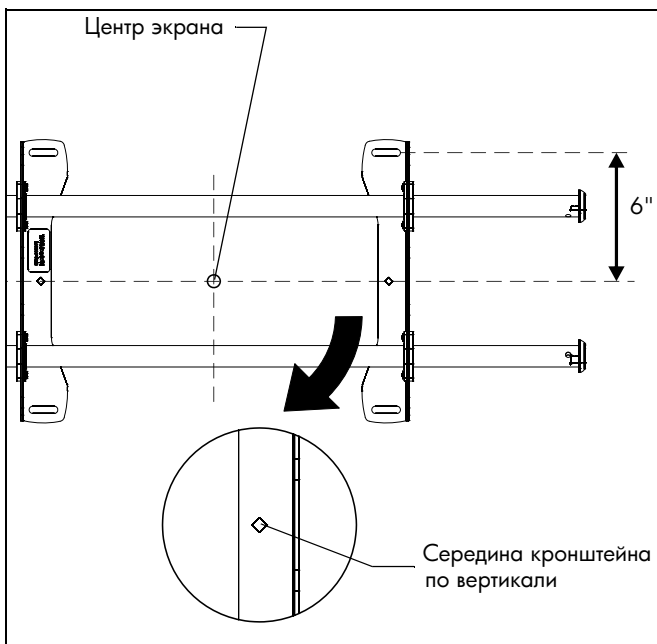

рис. 1
3. Совместите ромбовидное отверстие на кронштейне с отметкой середины экрана, чтобы определить середину по вертикали. (См. рис. 1)
2. Совместите ромбовидное отверстие на кронштейне с отметкой середины экрана, чтобы определить середину по вертикали. (См. рис. 1)
3. Отмерьте 15,24 см вверх от средней линии и отметьте место верхнего монтажного отверстия. (См. рис. 1)